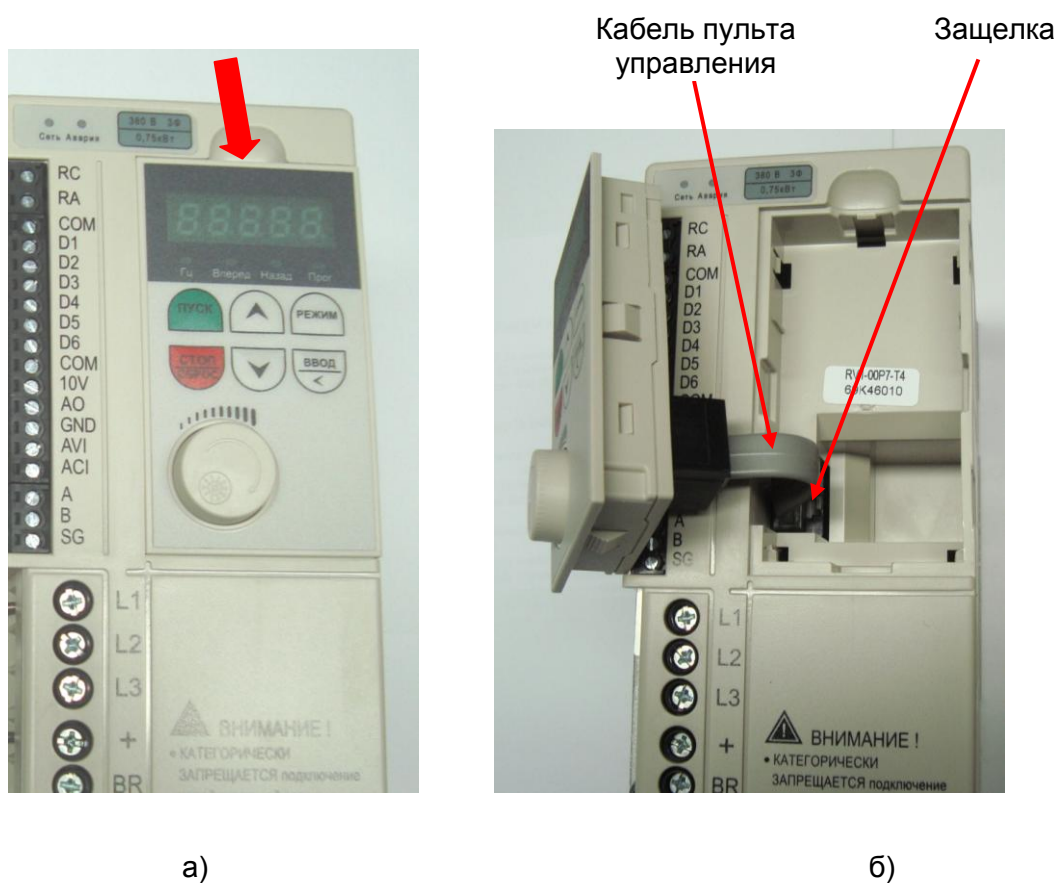

Рис. 6.1
6.1.1. Установить ПЧ на рабочий стол, надавить отверткой на защелку на верхней поверхности пульта управления (красная стрелка, рис.6.1,а), приподнять пульт и вынуть его из корпуса ПЧ (рис. 6.1,б).
6.1.2. Нажать на защелку (рис. 6.1,б) и демонтировать пульт управления вместе с кабелем.